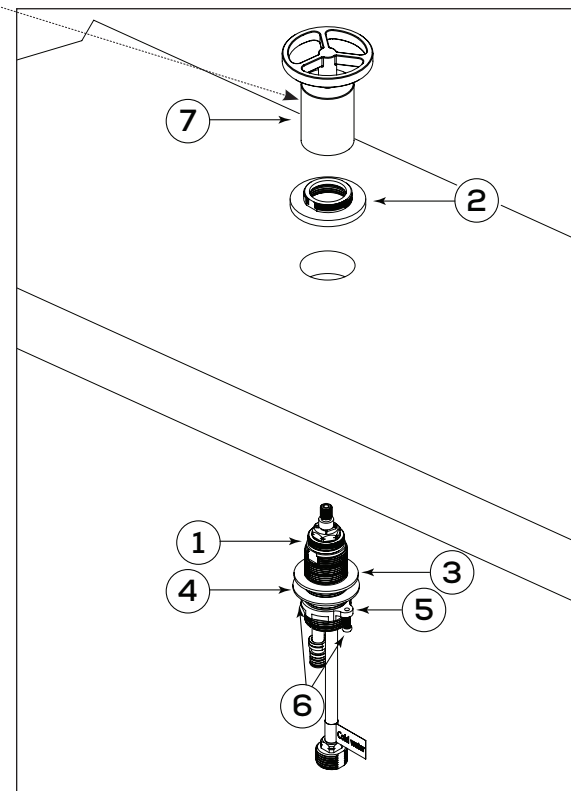

Fig.2
A) Insert the cold water valve (1) with bottom tie-down kit (3-6) from underneath the deck and secure with handle base (2). Repeat this step with the hot water valve (see Fig.2).
C) Install both hot and cold water handles (7) onto the valves.
A) Insérer la valve d'eau froide (1) et ses pièces d'assemblage (3-6) sous la surface et fixer à l'aide de la base de la poignée (2). Répéter cette étape avec la valve d'eau chaude (Fig.2).
C) Installer les poignées d'eau chaude et froide (7) sur les valves.